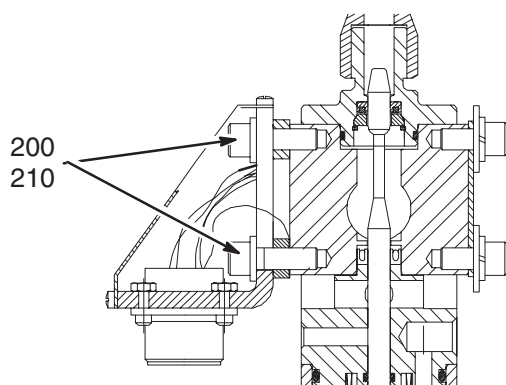

Fig. 13
b. Rimuovere le due viti a testa esagonale [Fig. 13, Codice (200)], due rondelle (210) e separare attentamente la presa e l'anello di terra (390) dal corpo della valvola di erogazione. La cartuccia del riscaldatore (270) ed il sensore (320) verranno fuori dal corpo della valvola di erogazione.
5. Riconnettere la valvola di erogazione alla presa (Fig. 13):
- a. Ricollegare e fissare il terminale dell'anello (390) alla vite a testa esagonale (200).
- b. Ricollegare la base della presa al corpo della valvola di erogazione e fissarla con le due viti a testa esagonale [Fig. 13, Codici (200) e (210)].